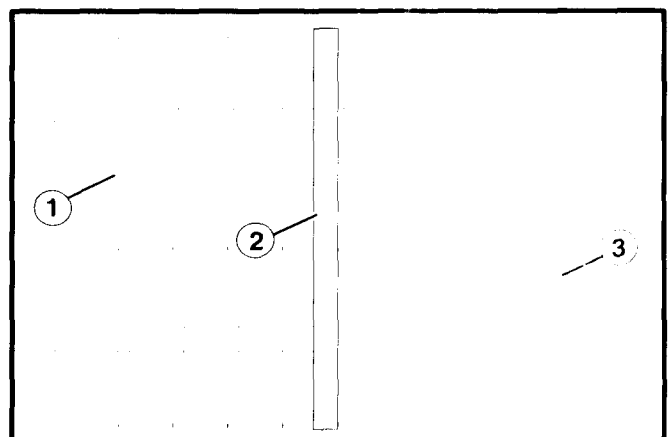

Abbildung 32. Ausrichtung der Scheiben und Messer
1. Die Maschine nach vorn kippen und auf Lagerböcke stellen. Die Ausrichtung der Scheiben und Messer prüfen, indem ein Lineal gegen die konkave Seite entweder der fünften oder sechsten Scheibe und des entsprechenden Messer an der Spindel gelegt wird. Das Lineal muß flach sowohl an der Scheibe als auch am Messer anliegen (siehe Abbildung 32).